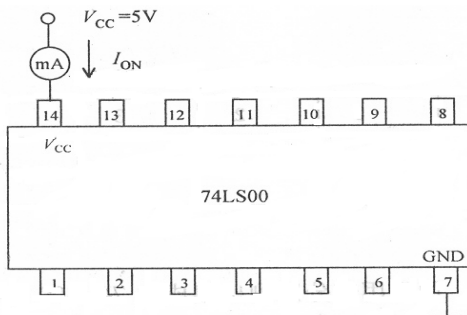

图 5 P_{ON} 测试电路
⑤空载导通功耗 P_{ON} :如图 5 所示,从+5V 电源输出处用万用表测出电流 I_{ON} 就可以按下式求出空载导通功耗 P_{ON} : $P_{ON}=V_{CC} \cdot I_{ON}$ 。(注意:四组门应同时处于空载导通状态)